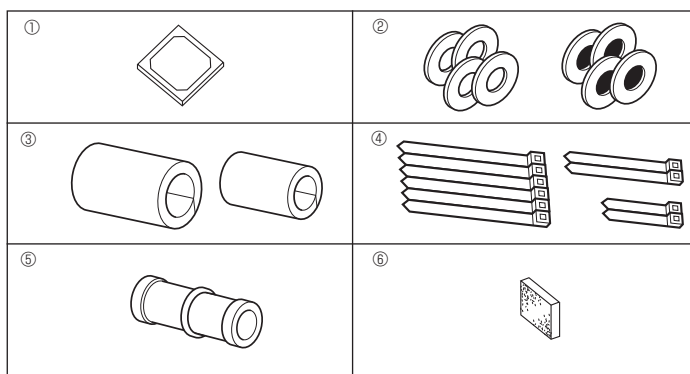

Fig. 4-1
4.1. Sprawdzić akcesoria jednostki wewnętrznej (Fig. 4-1)